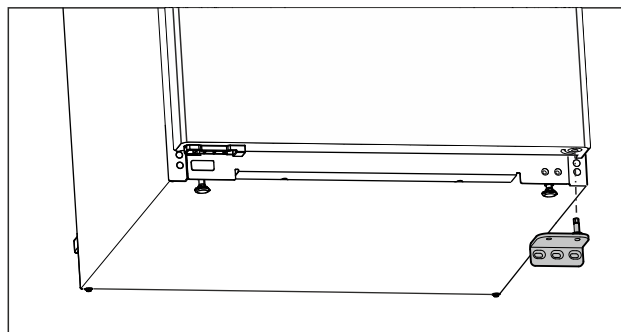

Fig. 12
- ▶ Ležajni podstavek snemite navzdol. (glejte Fig. 12)